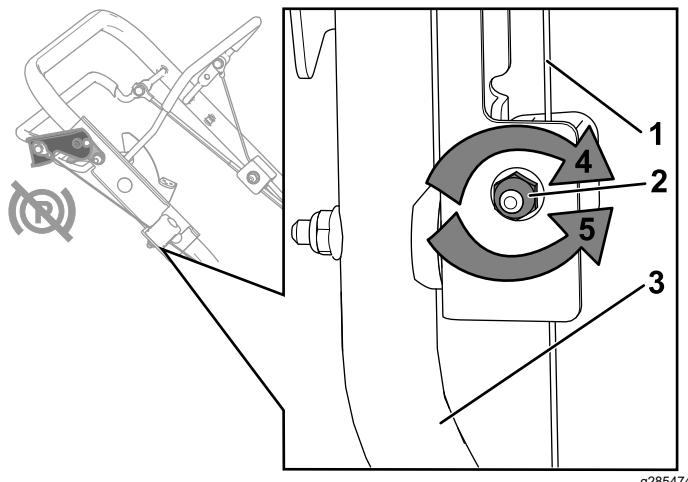

Bild 51
2. Drehen Sie die Einstellmutter nach links, um die Zugeinstellung zu lösen (Bild 51).
3. Stellen Sie die Spannung des Bremszugs (Bild 51) ein, indem Sie den Kabelmantel zurückziehen oder nach vorne drücken und dann in dieser Stellung halten.